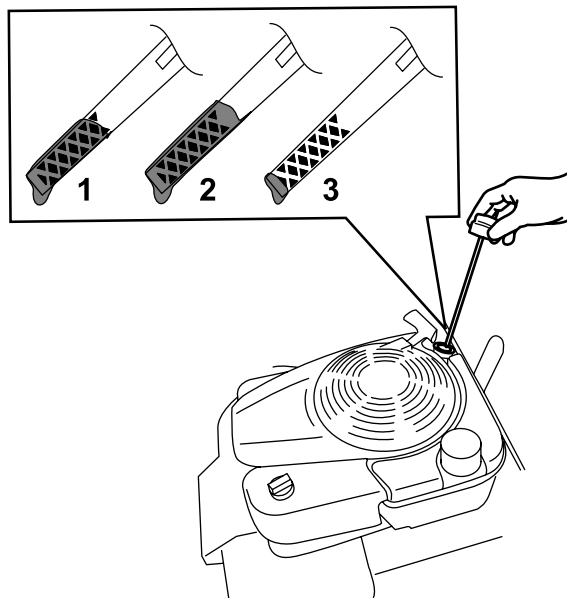

Рисунок 14
2. Извлеките масломерный щуп, повернув крышку против часовой стрелки и вытянув его (Рисунок 14).
5. Определите уровень масла по отметкам на щупе (Рисунок 14).
- Если уровень масла на щупе слишком низкий (Рисунок 14), осторожно залейте небольшое количество масла SAE 30 или SAE 10W-30 с моющими присадками в маслозаливную горловину, подождите 3 минуты и повторите операции с 3 по 5, чтобы довести масло до требуемого уровня на щупе. Информацию о типе масла см. в разделе Замена масла в двигателе (страница 24).
- Если уровень масла по щупу слишком высокий (Рисунок 14), слейте излишек масла, пока не будет достигнут правильный уровень по щупу; см. раздел Замена масла в двигателе (страница 24).